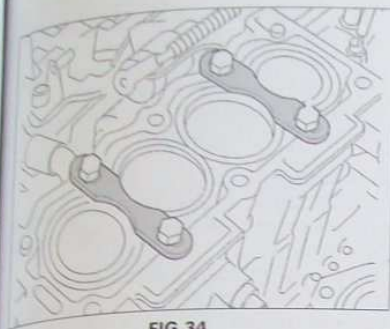

FIG. 34
- Mettre en place les brides de maintien des chemises (outils Citroën 81132-T.A1.) munies de vis M10 x 1,5 et de 40 mm de longueur (Fig. 34).